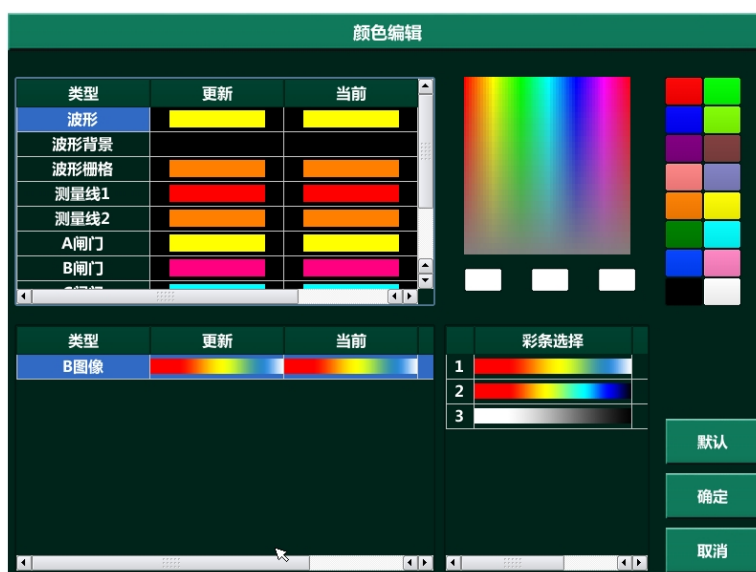

图 6-3 颜色编辑
- 1) 选择“设置”->“参照”->“颜色编辑”进入该功能，屏幕如图 6-3 所示。